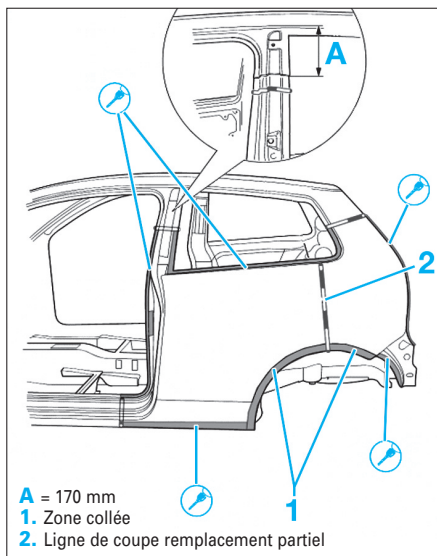

FIG. 100
Si le renfort de montant B doit être remplacé, respecter la cote de coupe (A) (Fig.100).
- Découper et dépointer l'aile arrière comme illustré (Fig.100).